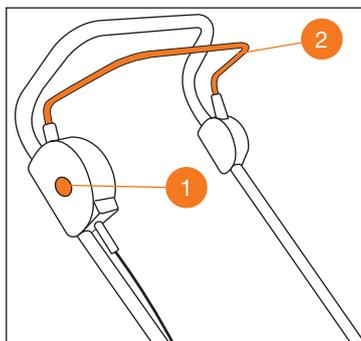

Рис. 12
- Нажмите кнопку блокировки включения 1 и прижмите рычаг включения двигателя 2 к рукоятке (Рис. 12). Двигатель заработает и нож начнёт вращение.
- Для остановки двигателя отпустите скобу включения двигателя 2 (Рис. 12).